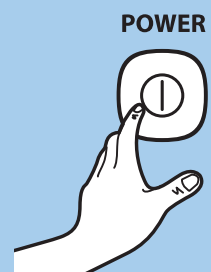

Fig. 19
- 7 Once the unit is plugged into a wall outlet, press power button until short “beep” is heard (Fig. 19).
- 7 Une fois l'appareil raccordé à une prise murale, appuyer sur le bouton de marche jusqu'à ce qu'un bip bref se fasse entendre (Fig. 19).
- 7 Una vez que la unidad esté conectada a un tomacorriente, oprima el botón de encendido hasta que se escuche un “bip” breve (Fig. 19).